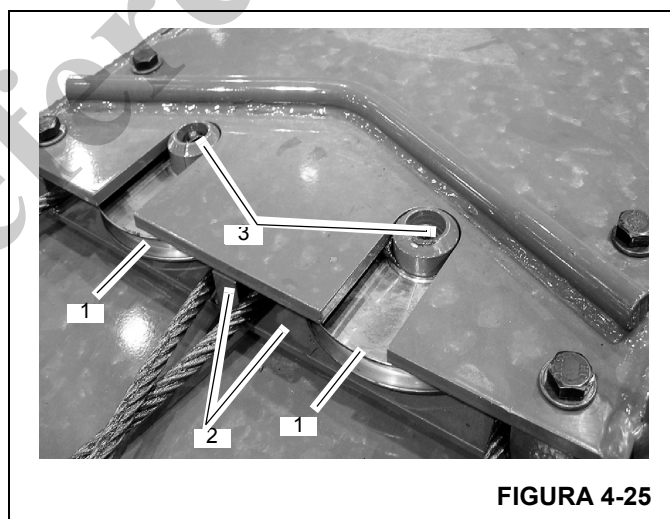

FIGURA 4-25
4. Instale as duas polias do cabo de sincronização de extensão (1) nos eixos do conjunto soldado de montagem de polias (2). Instale uma graxeira (3) em cada eixo. Passe esse conjunto pela parte superior frontal da seção intermediária externa (Figura 4-25).